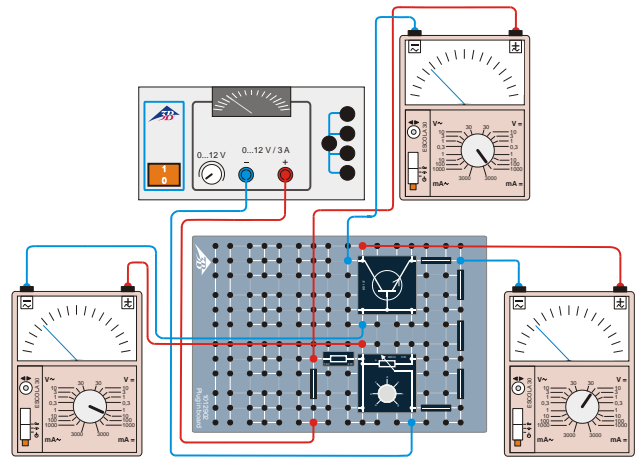

Fig. 4: Esquema de ligação para registro da curva característica de comando.
- Montar a ligação conforme a Fig 4. Os três multímetros analógicos conectados destinam-se ao controle da tensão básica do emissor  $U_{CE}$  e à medição da corrente básica  $I_B$  e da força da corrente do coletor  $I_C$ .